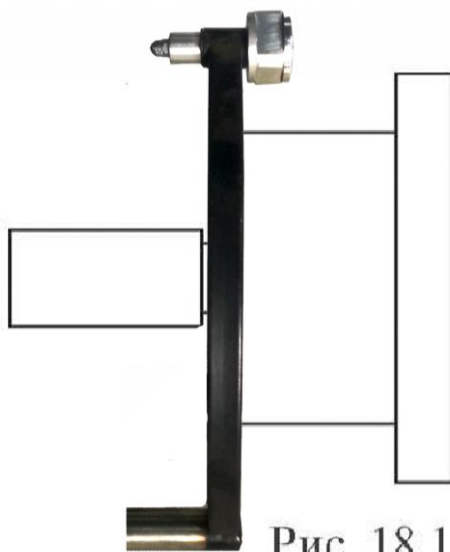

Рис. 18.1
18.1.1. Калибровка тракта измерения дистанции. Для оценки погрешности устройства ввода дистанции выдвиньте штангу ввода параметров и уприте внешнюю боковую сторону её рукоятки в задний торец фланца вала, как показано на рис. 18.1. При этом на экране ввода геометрических параметров (см. рис.10.2) появится величина дистанции. Если величина дистанции не равна 185 ± 5 мм, то устройство ввода дистанции требует калибровки.
внешнюю боковую сторону её рукоятки в задний торец фланца вала, как показано на рис. 18.1 и нажмите кнопку «ENTER». В окне КАЛИБРОВКА ДИСТАНЦИИ выделится второй пункт: «2. Вставьте ручку дистанции в нижнее отверстие, нажмите кнопку «ENTER»»